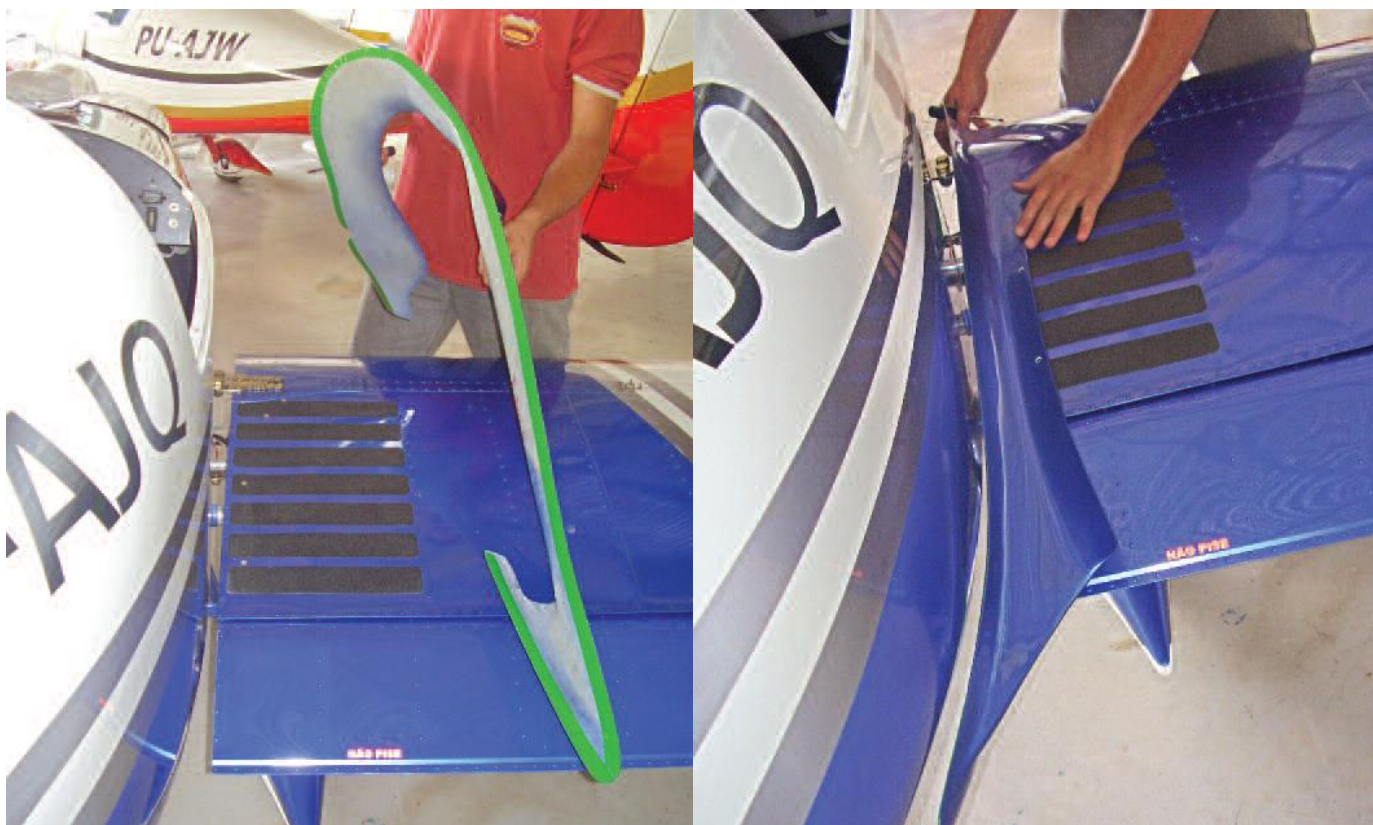

Figura 53.50.4 – Disposição da saia na raiz da asa.
2. Dispor a saia superior sobre a raiz da asa conforme mostra a figura 53.50.4.